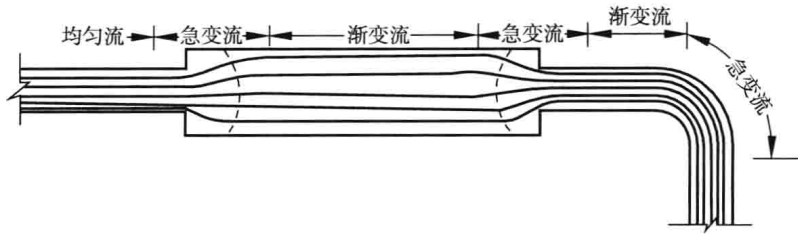

图 10-3 均匀流和不均匀流
(3) 实际流体恒定总流能量方程 质点流速的大小和方向均不变的流动称为均匀流动,反之则为不均匀流动。不均匀流动又按流速随流向变化的缓或急,分为渐变流动和急变流动,如图 10-3 所示。